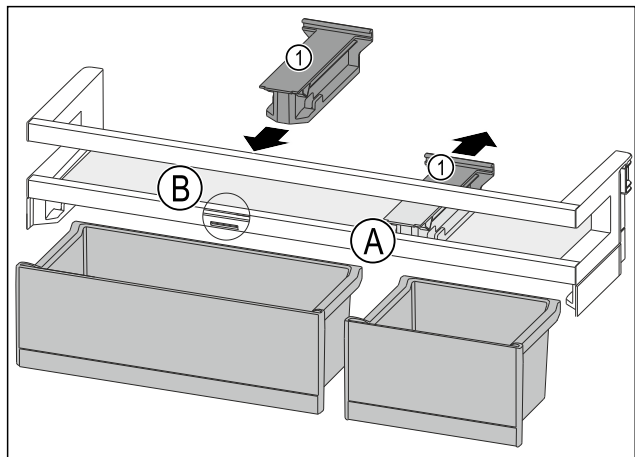

Fig. 85
- ▶ Držák Fig. 85 (1) v poloze Fig. 85 (A) stáhněte dozadu.
- ▶ Držák Fig. 85 (1) vložte v poloze Fig. 85 (B).